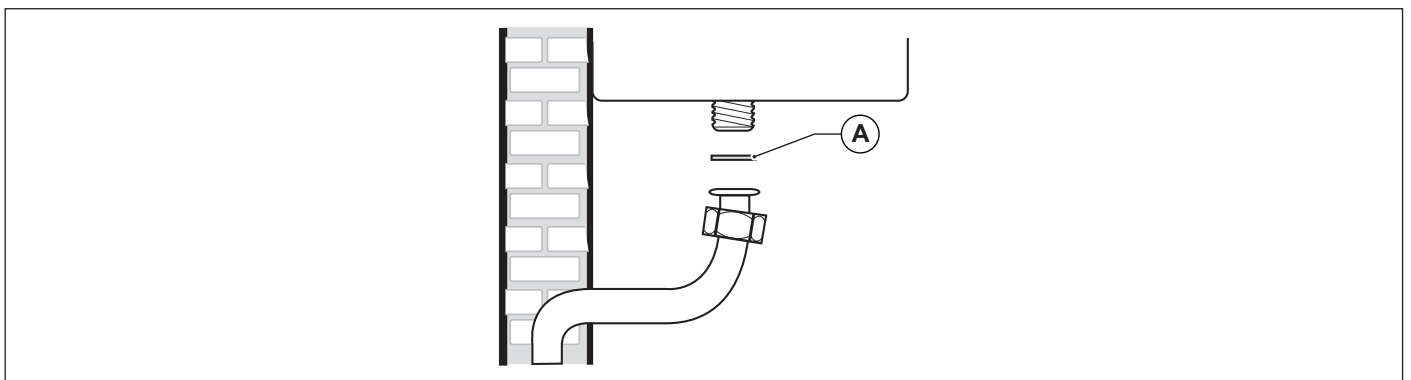

Fig. 7 Raccordement au réseau de gaz
Pour brancher la connexion de gaz de la chaudière à la tuyauterie d'alimentation, IL EST OBLIGATOIRE d'interposer un joint (A) de butée étanche ayant les dimensions adéquates et d'un matériau approprié (voir Fig. 7 Raccordement au réseau de gaz).